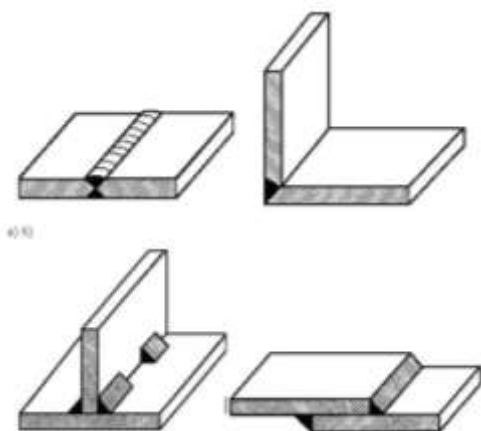

Рисунок 74 - Основные типы сварных
- стыковые (С) – детали соединяются встык по торцевым поверхностям (рис. 74 а);
- внахлестку (Н) – детали частично перекрывают друг друга (рис. 74 г).